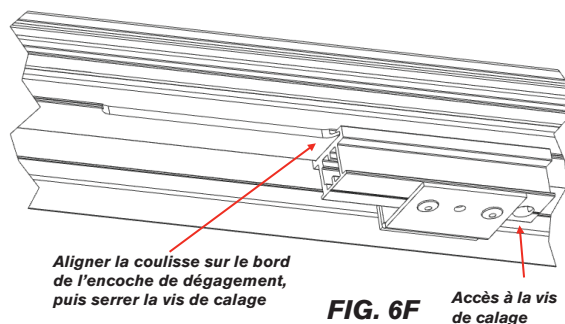

FIG. 6F
- Faire glisser chaque coulisse pour qu'elle vienne affleurer le bord de l'encoche de dégagement (cf. Fig. 6F). Visser avec une clé hexagonale 5/32 po. Si la coulisse glisse mal, regarder si la vis de calage est trop enfoncée et frotte contre le rail.